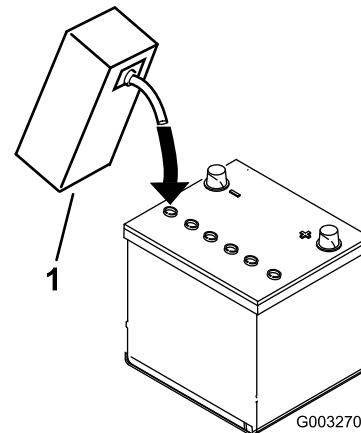

Bild 7
3. Füllen Sie vorsichtig Elektrolyt in jede Zelle ein, bis die Platten ungefähr mit 6 mm Flüssigkeit bedeckt sind (**Bild 7**).
4. Lassen Sie die Elektrolytflüssigkeit für 20 bis 30 Minuten in die Platten durchtränken. Füllen Sie nach Bedarf auf, um den Elektrolytstand auf ungefähr 6 mm unter den Einfüllstutzen anzuheben (**Bild 7**).